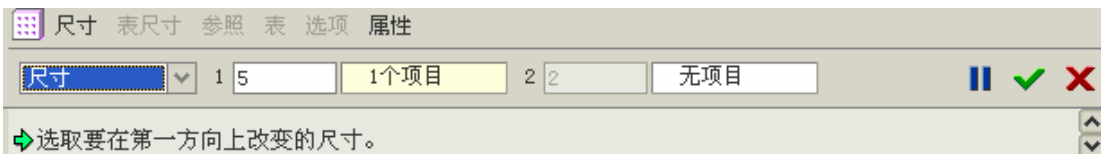

图 34-20
- (3) 在阵列特征操控板中输入阵列子特征数量为 5（包含原始特征），如图 34-20 所示。